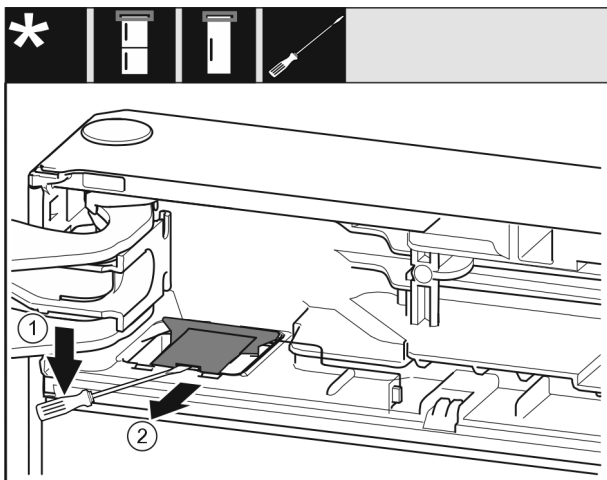

Fig. 9
- ▶ Используя шлицевую отвертку, освободите и поднимите крышку. Fig. 9 (1)
- ▶ Извлеките крышку. Fig. 9 (2)